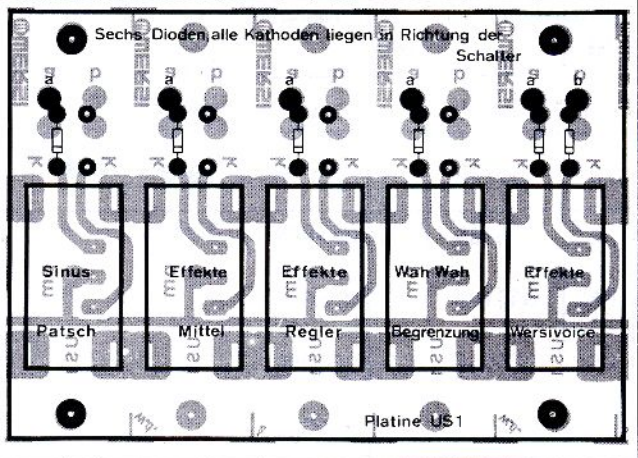

Abb. 3 Bestückungsplan für die Schaltergruppe EF 2-Wippen
- 6 Dioden 1 N 4148 (Art.-Nr. 62010) 5 x Pos. a 1 x Pos. b nach Abb. 3, Polung !
Die W 2- und W 3-Modelle besitzen eine weitere Schaltergruppe: "EF 2-Wippen". Diese ist nach Abb. 3 und Stückliste 4 aufzubauen. Beachten Sie bitte, daß bei der Position EFFEKTE/WERSIVOICE ein Umschalter R 01 einzusetzen ist. Auch bei dieser Schaltergruppe werden nur die Schalteranschlüsse mit der Platine US 1 verlötet!
gruppe EW 5 gemäß Abb. 3 umgerüstet. Die neue Wippe BEGRENZUNG befindet sich im Schalternachrüstsatz (Stückliste 3).